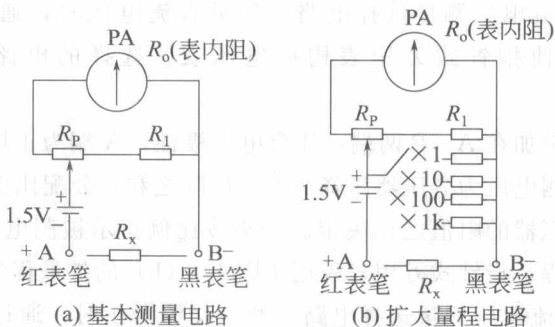

图 1-5 测量电阻值的选择电路
④ 测量电阻值的选择电路 测量电阻时,通过选择开关的转换使指针式万用表构成欧姆表,选择的电路如图 1-5 所示。
欧姆表电路由表头、分流器、调零电位器和电池组成。当 A、B 两端短接时,调节电位器 R_P 实现表的电气调零功能。当 A、B 两端接入被测电阻 R_x 时,指针式万用表的指针就直接指示出欧姆值。欧姆表电路换挡原理如图 1-5 所示。